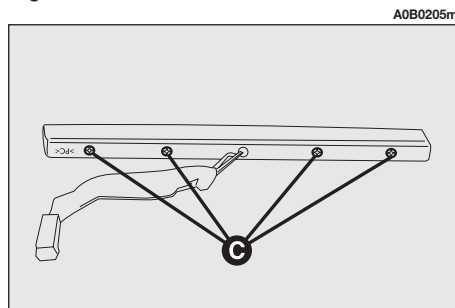

fig. 50
- Slacken the screws (**C-fig. 50**).